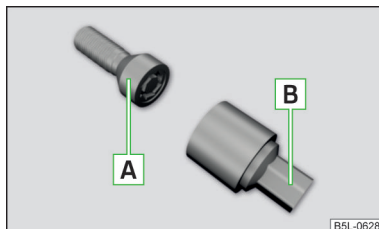

Fig. 262
I bulloni antifurto proteggono le ruote da un possibile furto. Questi possono essere **allentati/serrati** solo con l'estensione **B** » fig. 262.
- › Infilare a fondo la chiave per ruote sul bullone della ruota fino all'arresto. Per i bulloni antifurto utilizzare l'estensione corrispondente » fig. 262 a pag. 233.